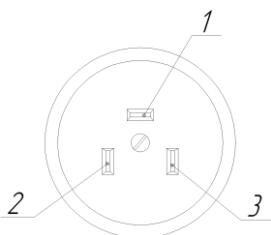

Рис. 1. Подключение розетки
3) Установите штатную розетку, входящую в комплект плиты в легкодоступное место, соблюдая полярность в соответствии с Рис. 1.